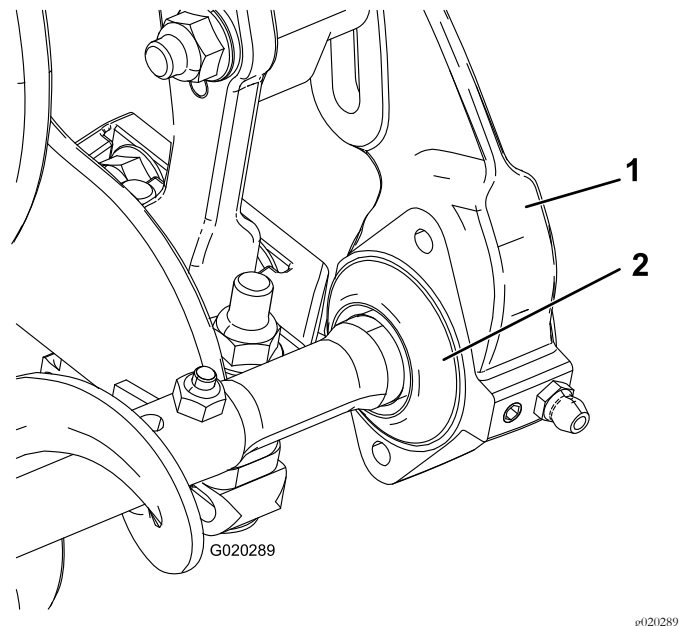

Figure 6
1. Faites glisser chaque joint d'étanchéité vers l'extérieur jusqu'à ce qu'il soit légèrement en contact avec chaque logement de roulement (Figure 6).